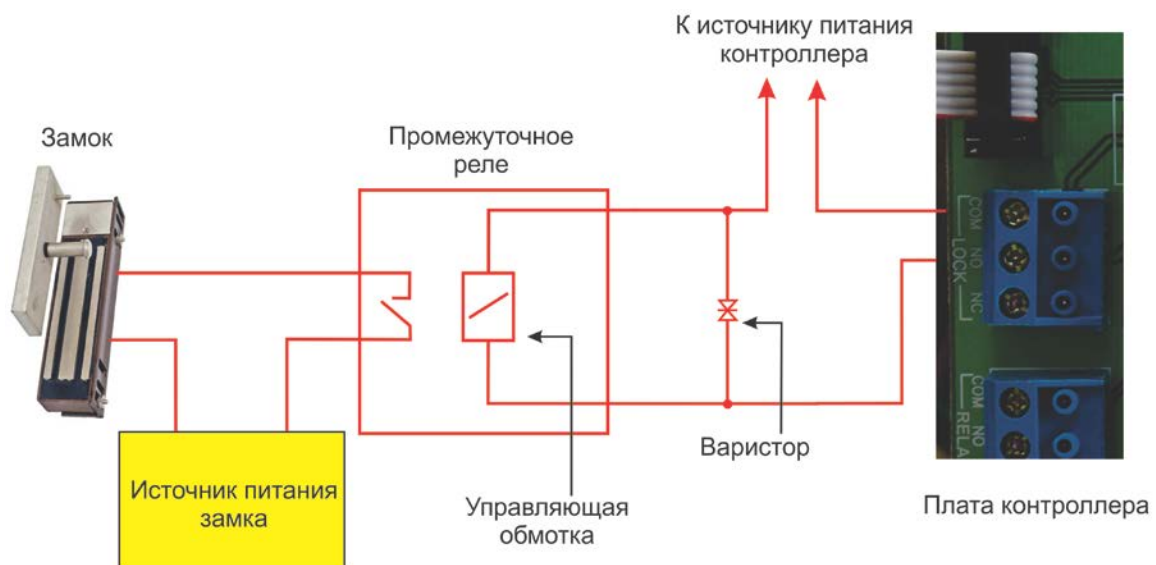

Рисунок 13. Схема подключения замка с большим током потребления
- Установите дополнительное промежуточное реле (рисунок 13).